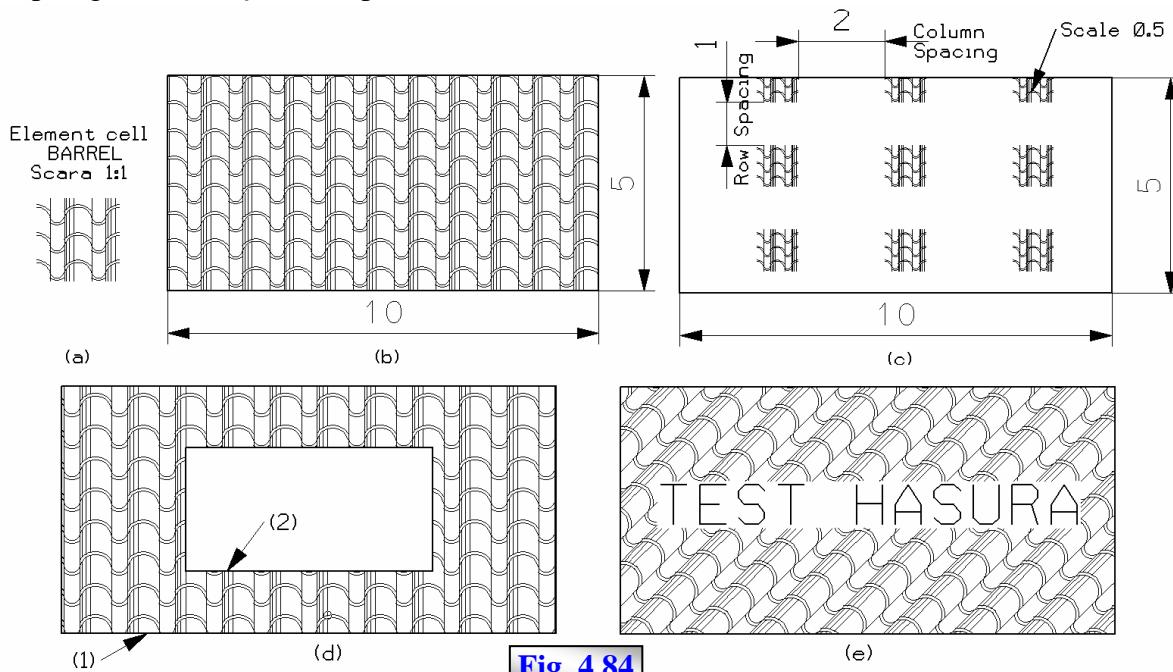
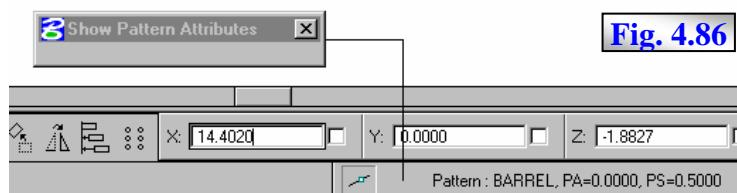
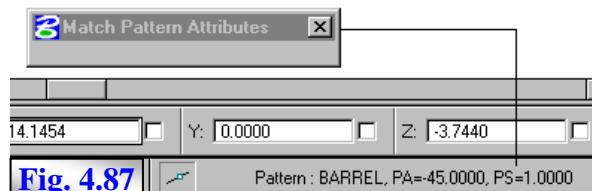

Fig. 4.84
Fig. 4.86
Fig. 4.87
În fig. 4.84 (a) se prezintă elementul **cell** “**BARREL**” la scara 1:1, preluat din librăria MS “archpa.cel” și dispus continuu pe dreptunghiul de dimensiuni 10 x 5, fig. 4.84 (b), micșorat la scara 1:2 cu parametrii **Row Spacing** =1 și **Column Spacing** =2, fig. 4.84 (c); fig.
4.84 (d) și fig. 4.84 (e) prezintă aplicarea hașurii prin metoda **Difference** aplicată între dreptunghiurile (1) și (2), respectiv efectul activării controlului **Locate Text**.
În fig. 4.86 sunt afișate atributele hașurii din fig 4.84 \(c\).
Selecția icoanei din subtrusa **Patterns** activează caseta de dialog **Match Pattern Attributes** asociată acestei comenzi, prezentată în fig. 4.87, care nu conține nici un control.
În fig. 4.87 sunt afișate atributele hașurii din fig 4.84 (e).